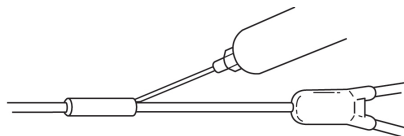

Fig. 9
9. Injecter de l'adhésif à chaque bout de la gaine (Fig. 9) et essuyer l'excès de colle.